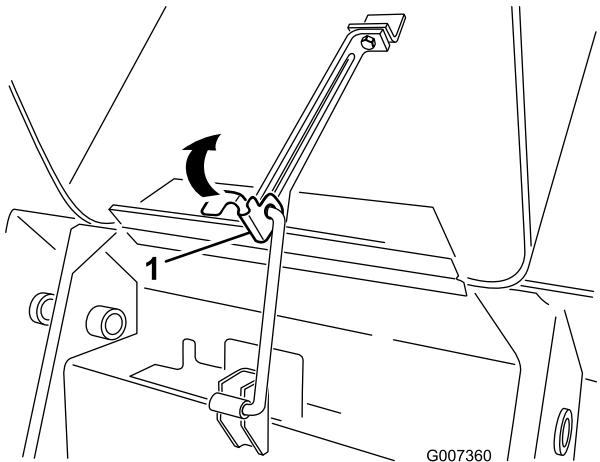

Figura 28
- Sollevare la linguetta che assicura l'asta di supporto (Figura 28)